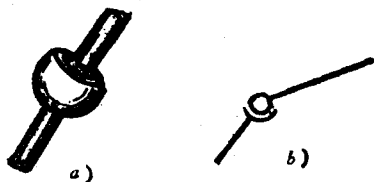

图 9 活球連接的連杆。
3. 活球連接: 兩連杆連結處用球形結構連接, 如图 9 所示。
图 9 a 是立體圖, 图 9 b 是略圖的画法。